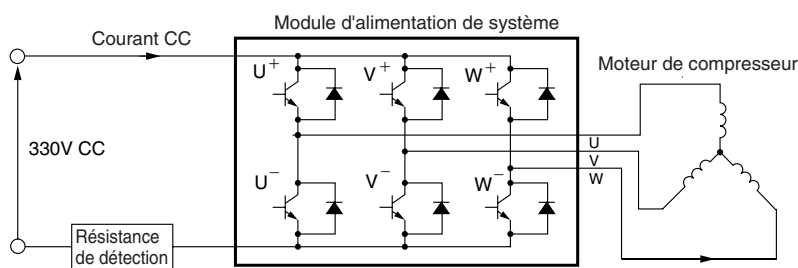

Fig. 8-6
(1) Comme indiqué sur Fig. 8-6, les transistors U+ et V- du module d'alimentation sont excités pour que le courant soit appliqué au bobinage du moteur.